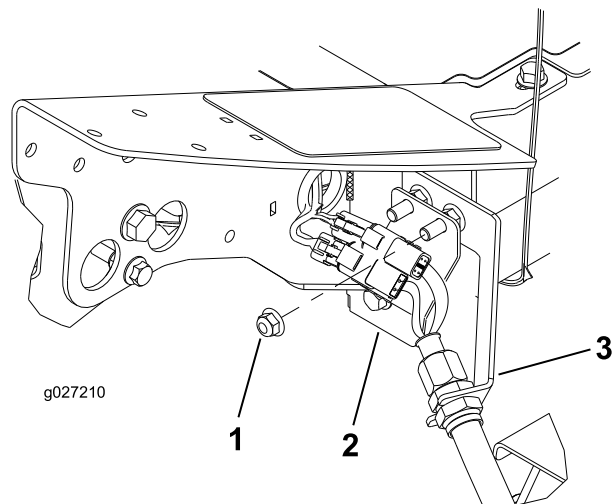

図 11
- バルクヘッド取り付けボルトにコネクタプレートを通す。コネクタは 図 11 に示すように通す。
- フレームの左前コーナー 4 番カッティングユニットの位置の、バルクヘッドブラケットをマシンに固定しているボルトについている余分のフランジヘッドナットを取り外す 図 11。